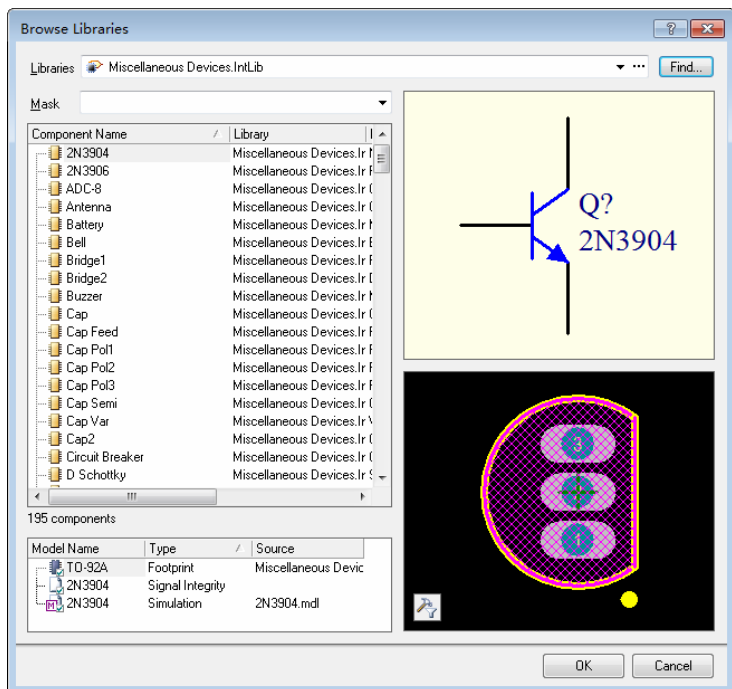

图 4-18 Browse libraries 对话框
1) **Physical Component**: 在该文本框中直接输入或者在下拉列表中选择需放置的元件，也可单击右边的 **History** 按钮调出放置元件的历史记录，直接选择其中的元件即可。如果需要放置更多的元件，单击 **Choose** 按钮弹出如图 4-18 所示的 **Browse Libraries** (浏览库) 对话框。该对话框其实是另一种形式的 Libraries 面板，可以在其中搜索需要的元件，熟悉 Libraries 面板的读者应该很容易使用，不再赘述。